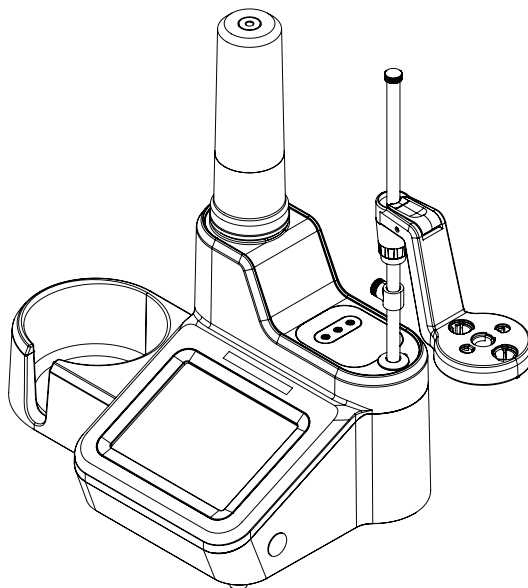

Figura 4. Posizionare il Porta-elettrodi sulla Torretta Porta-elettrodi
3. Regolare la Testa del Porta-elettrodi sulla Torretta Porta-elettrodi premendo il pulsante e inserendola nella giusta posizione sulla torretta. Fare riferimento a **Figura 4**.